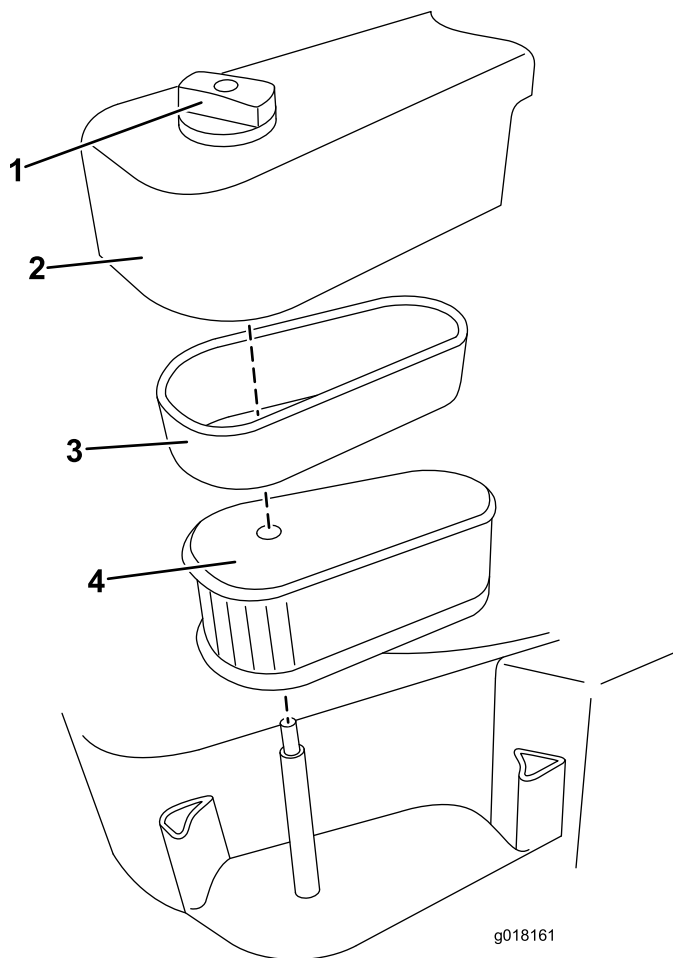

Figura 17
2. Desaperte o manípulo que prende a cobertura do filtro do ar (Figura 17).
4. Retire cuidadosamente o filtro de esponja e o cartucho em simultâneo, depois separe o filtro de esponja do cartucho (Figura 17).
7. Coloque a tampa (Figura 17).